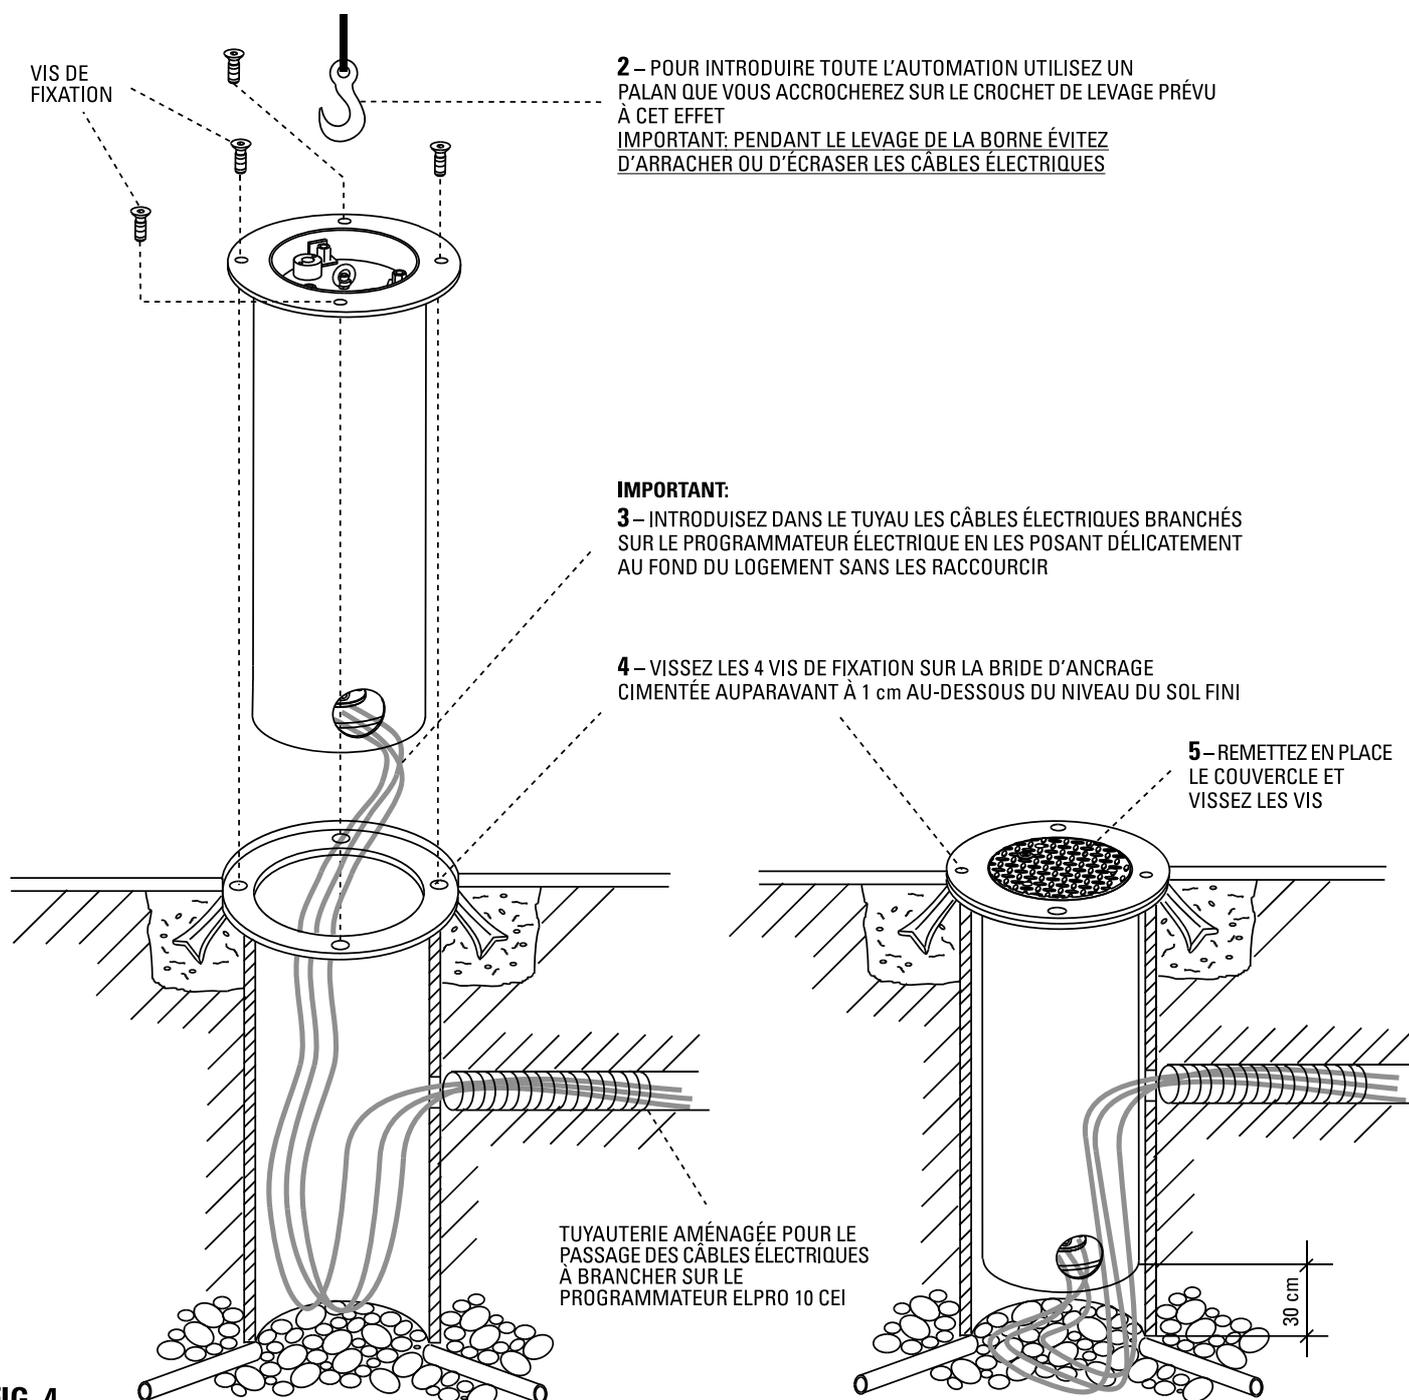

FIG. 4
- Utilisez un palan pour lever tout le Strabuc 918 en l'accrochant à son **crochet de levage** et placez-le au-dessus du **tube en ciment** (Fig.4)
- Introduisez les câbles électriques de connexion à l'intérieur de leur tuyauterie, en les posant délicatement au fond du logement (Fig. 4)
ATTENTION: Lorsque l'installation est achevée, il doit y avoir entre le fond du logement et l'extrémité inférieure du Strabuc 918 un espace d'au moins 30 cm. (Fig.4).